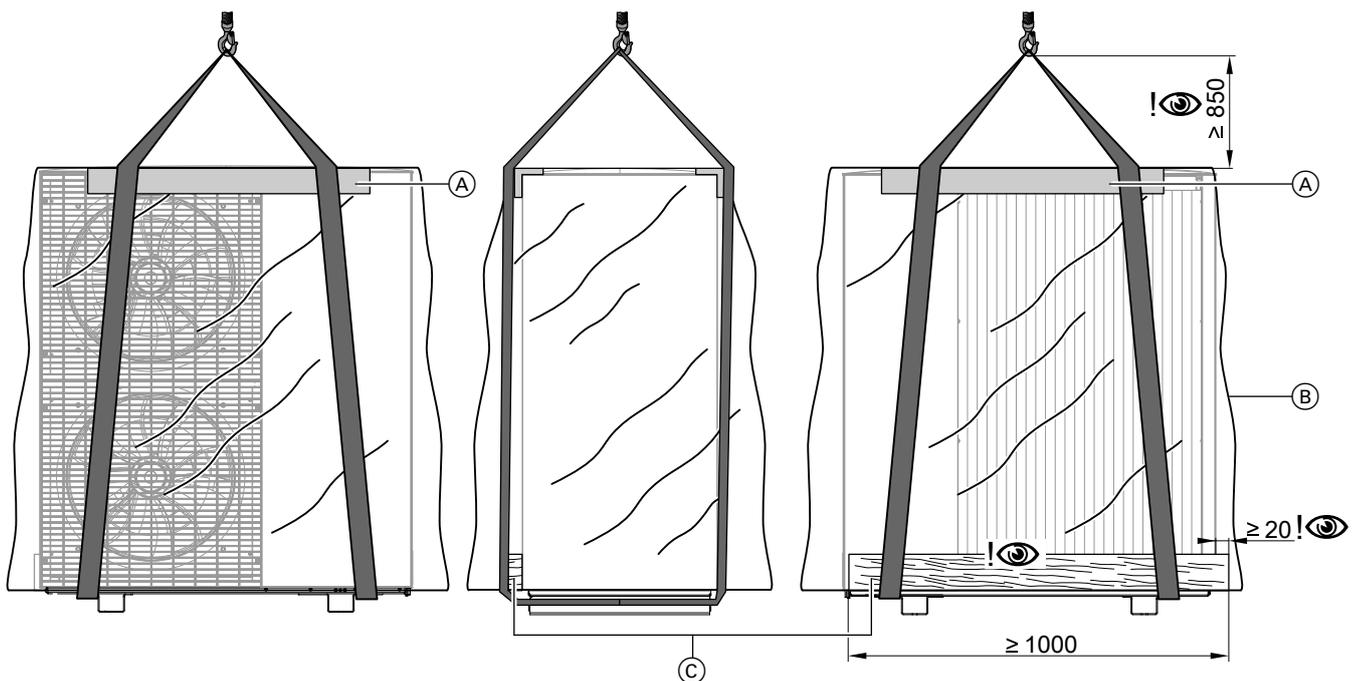

Fig. 7 Transporte con grúa en el ejemplo de la unidad exterior con 2 ventiladores
3. Apoyar la escuadra del perfil embellecedor proporcionada por la empresa instaladora en el borde superior delantero y trasero de la unidad exterior. Colocar las correas de forma adecuada alrededor de la unidad exterior: Consultar Fig. 7.